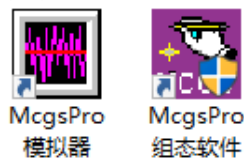

图 2.2.3
- 安装完成后，Windows 操作系统的桌面上添加了如图 2.2.3 所示的两个快捷方式图标，分别用于启动 McgsPro 组态环境和模拟运行环境。